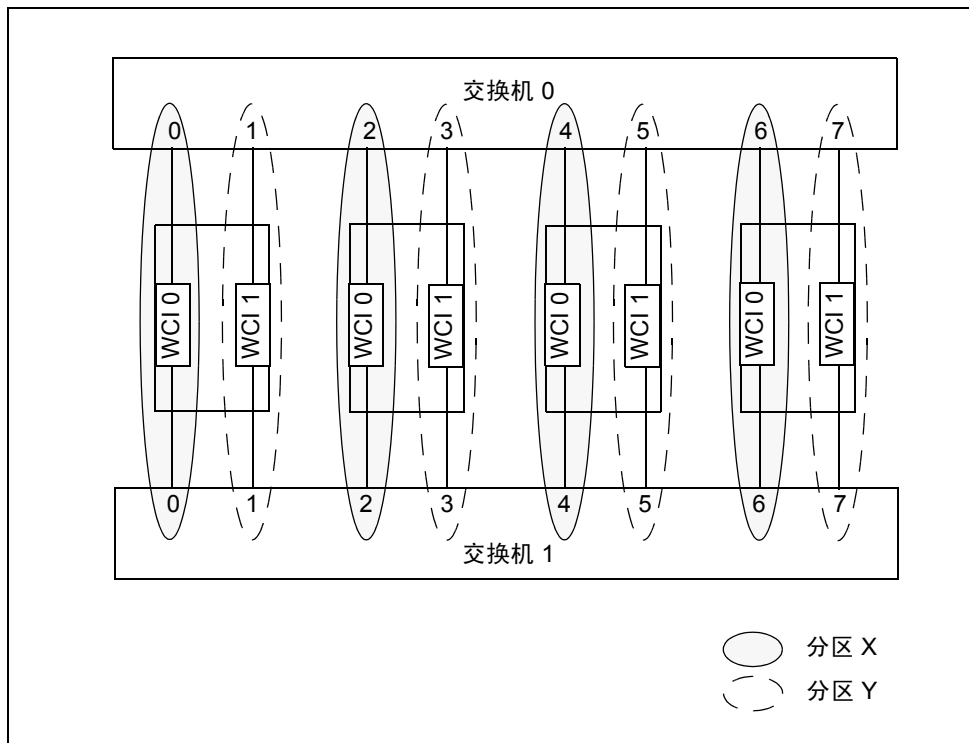
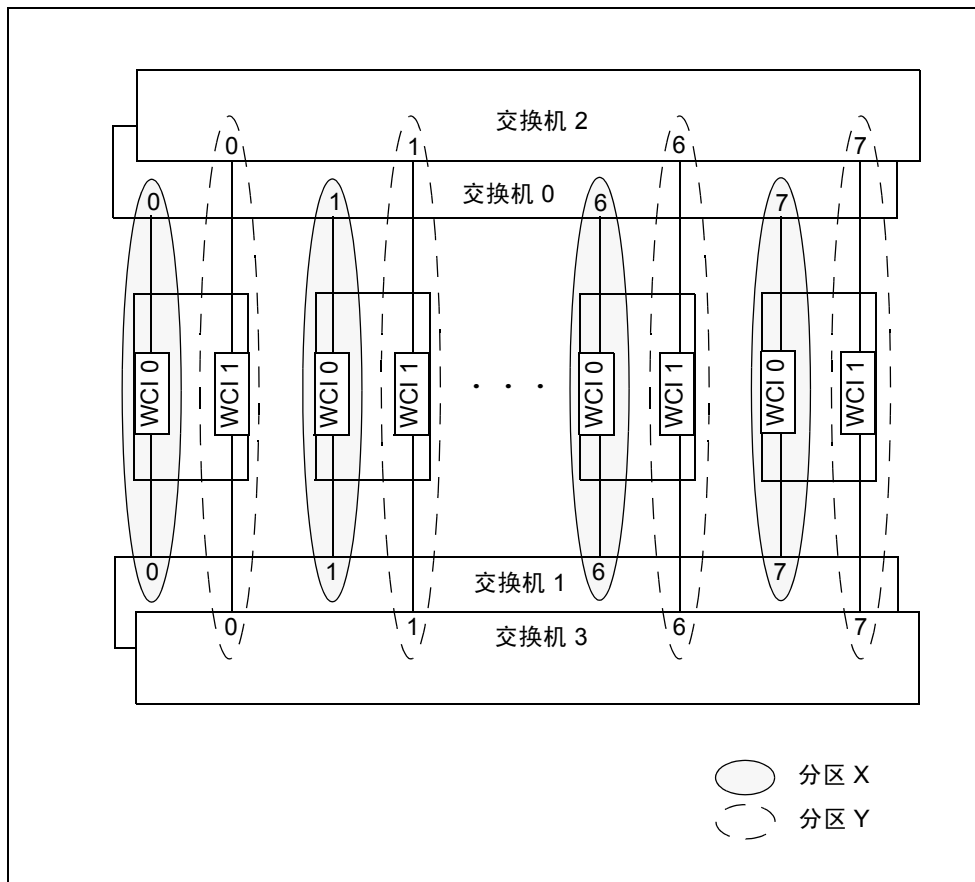

图 6-3 双控制器示例 – 四个节点、两台交换机、每个节点两个 RSM 控制器
图 6-4 双控制器示例 – 八个节点、四台交换机、每个节点两个 RSM 控制器
要实现这一点，每个域的两个 Sun Fire Link ASIC 分别映射到独立的分区中，并且分配单独的 RSM 控制器来分别管理两个分区。它控制的一个 ASIC 和两个光学端口充当主要网络接口。若主要网络接口发生故障，则使用其它 ASIC。图 6-3 和图 6-4 所示为双控制器群集配置示例。
- 每个节点上的两个 Sun Fire Link 组件必须在两个分区之间进行分配，如图 6-3 和图 6-4 中所示。
- 若群集包含两台交换机，则两台交换机必须由两个分区共享。即，每台交换机都必须分配给两个分区。请参见图 6-3。
- 若群集包含四台交换机，其中两台交换机添加到一个分区，则另两台必须在另一个分区中。请参见图 6-4。
- 若群集包含两台交换机，则两台交换机必须由两个分区共享。即，每台交换机都必须分配给两个分区。请参见图 6-3 中的示例。
- 若群集包含四台交换机，其中两台交换机添加到一个分区，则另两台必须在另一个分区中。请参见图 6-4 中的示例。